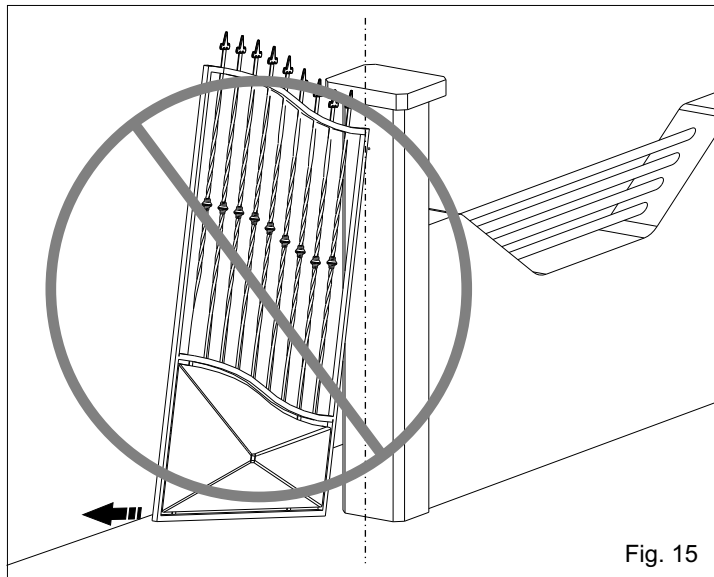
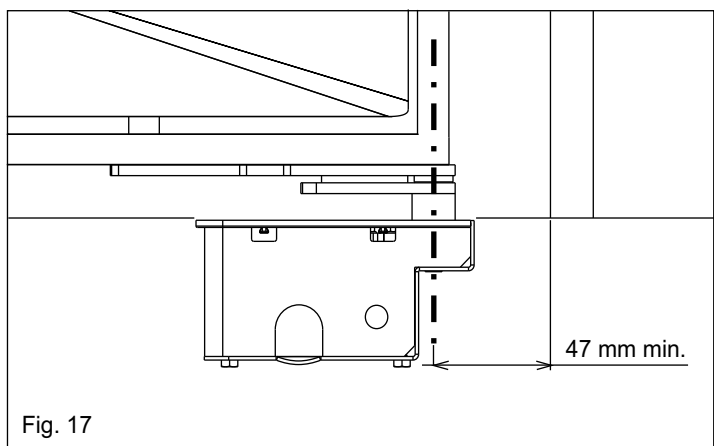

Fig. 15
Fig. 17
3.3. Hacer mucha atención a no poner la hoja fuera de los ejes (Fig. 15 y 16), el eje tiene que coincidir con el eje de rotación del gozne teniendo en cuenta que la distancia mínima de la columna es de 47 mm (Fig. 17).